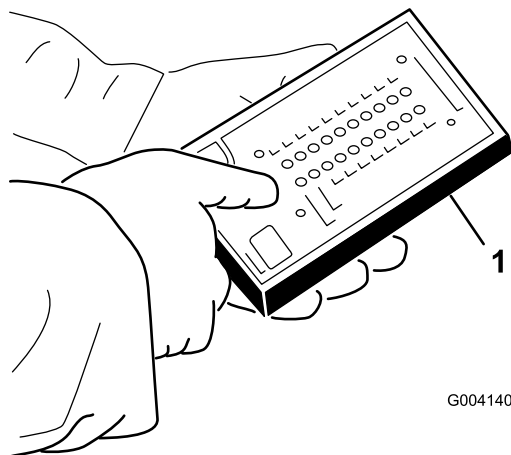

Figura 37
5. Conecte el conector de la pantalla diagnóstica ACE al conector del arnés (Figura 37).